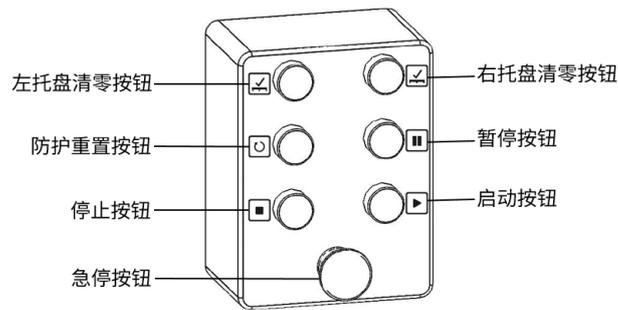

图 2-15：按钮盒
- 按钮盒：设有外部急停按钮和操作按钮。如图 2-15 所示。